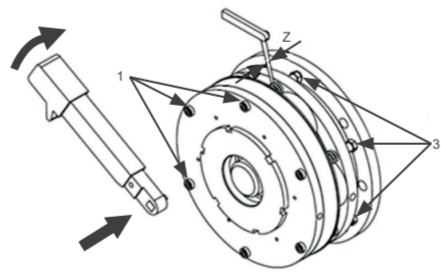

Figura 5.5: Verificación del entrehierro en los frenos de tamaño 25 y 31
3. Tras el ajuste, apretar los tornillos de fijación 1 (Figura 5.5) de acuerdo con el par especificado (Tabla 5.2).